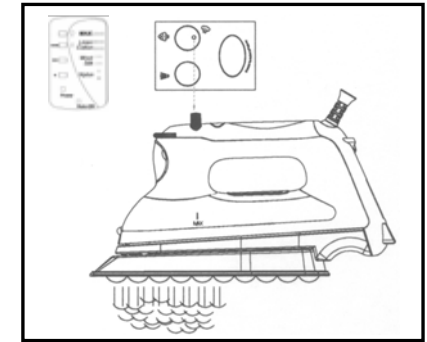

Fig. 3
3. Gire el botón del vapor hacia la izquierda hasta la posición de ráfaga de vapor. (Fig. 3)